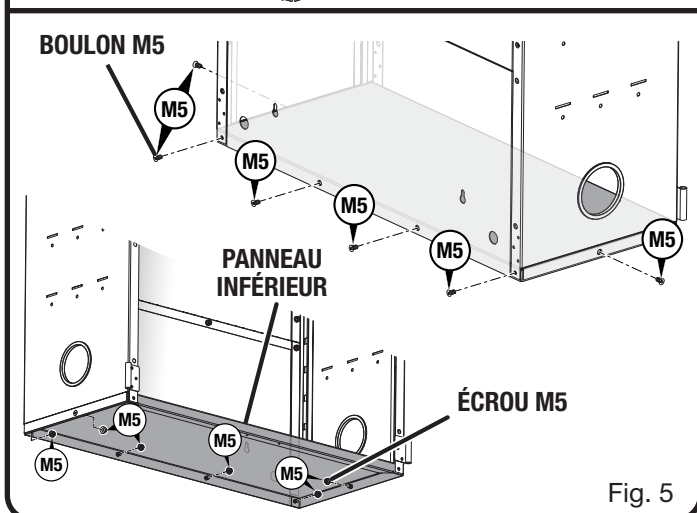

Fig. 5
- Aligner les trous du panneau inférieur sur les trous des panneaux latéraux et arrière inférieurs comme il est illustré à la figure 5.
- Insérer les boulons M5 (6) dans les trous latéraux et les trous arrière du panneau inférieur, comme il est illustré à la figure 5. Fixer à l'aide des écrous M5 (6).